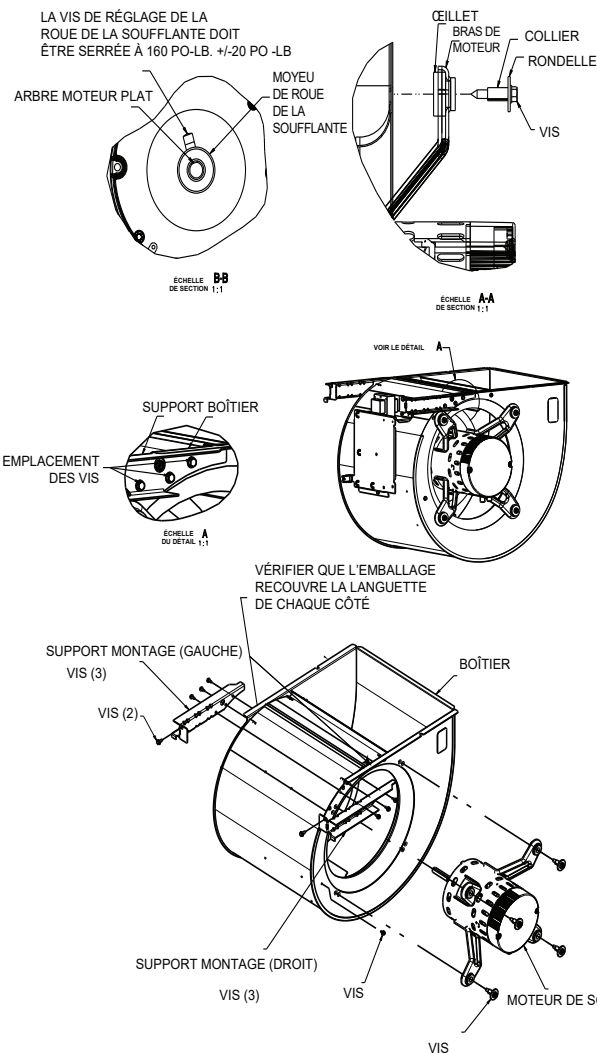

Fig. 67 – Bloc soufflante du modèle 66100V21
REMARQUE : Sur le modèle 66100V21, la vis supérieure fixant la soufflante à l'étagère doit être retirée pour pouvoir retirer la soufflante. (Voir Fig. 67)
- REMARQUE :** Sur le modèle 66100V21, assurez-vous que l'enceinte de la soufflante repose sur les deux languettes des parois latérales de la soufflante. (Voir Fig. 67)